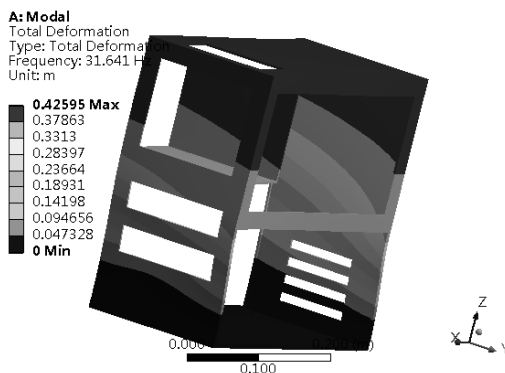

图 6-25 一阶变形云图
Step4: 选择 Outline (分析树) 中 Solution (A6) 下的 Total Deformation (总变形) 选项, 此时会出现如图 6-25 所示的一阶模态总变形分析云图。